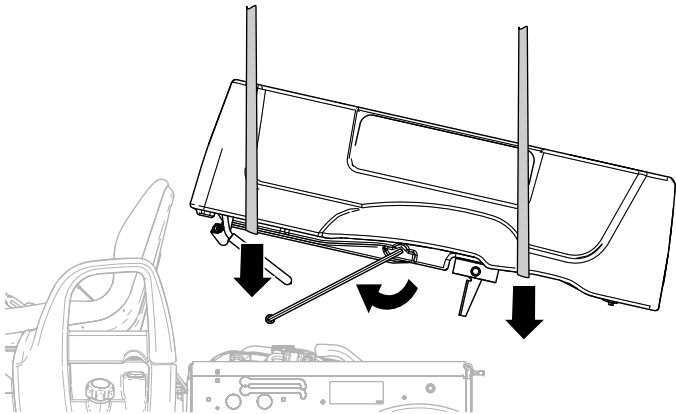
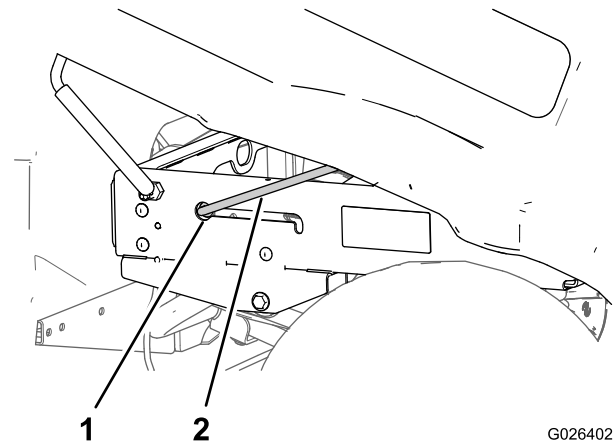

Bild 13
Bild 14
1. Drehen Sie Ladepritsche so, dass die Scharnierhalterung und Stützstange unten sind (Bild 13).
2. Heben Sie die Ladepritsche mit der Hebevorrichtung vorne und hinten an der Ladepritsche an und fluchten Sie sie über dem Rahmen der Maschine aus; die Scharnierhalterung sollte nach hinten zeigen (Bild 13).
3. Stellen Sie die Höhe und Stellung der Hebevorrichtung so ein, dass das kurze Ende der Stützstange mit dem Arretierungsloch am Ende des Stützstangenschlitzes im linken Rahmenkanal oder der Stützstangenhalterung ausgefluchtet ist (Bild 13).
4. Drehen Sie die Stützstange nach vorne und stecken Sie das kurze Ende der Stange durch das Arretierungsloch (Bild 13 und Bild 14).
5. Bewegen Sie die Ladepritsche und die Stützstange nach hinten, bis die Scharnierhalterung über dem Hinterrahmenkanal ausgefluchtet ist (Bild 14).